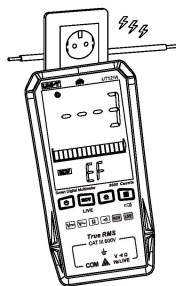

Рис. 2
8. Бесконтактная индукция и измерение переменного напряжения NCV (см. рисунок 2)